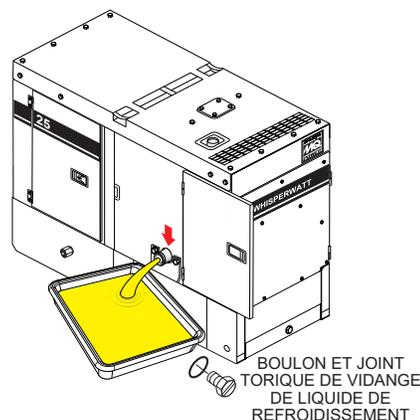

Figure 66. Vidange du liquide de refroidissement du radiateur
- Ouvrez la porte de l'armoire et retirez le boulon de vidange du liquide de refroidissement et le joint torique (figure 66), puis laissez le liquide de refroidissement s'écouler dans un récipient approprié.